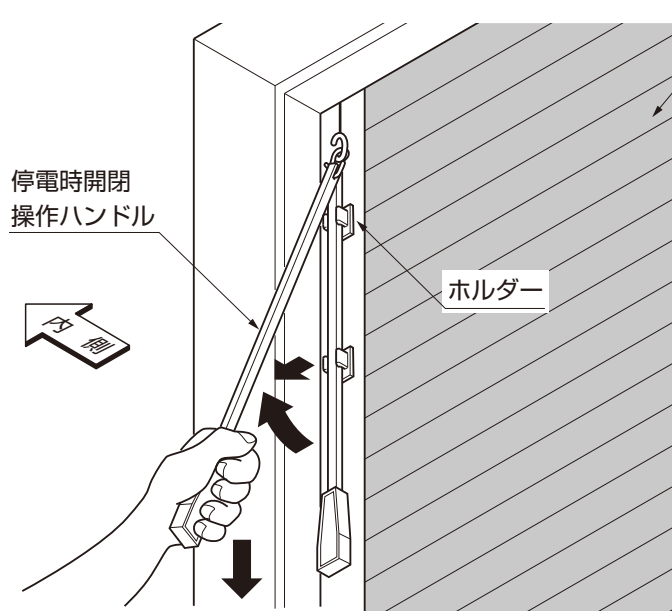

図14-1 手動開放の切替え
- ① 停電時開閉操作ハンドルを、ホルダーから外してください。(図14-1参照)
- ② 停電時開閉操作ハンドルを、下方に引いてください。(図14-1参照)